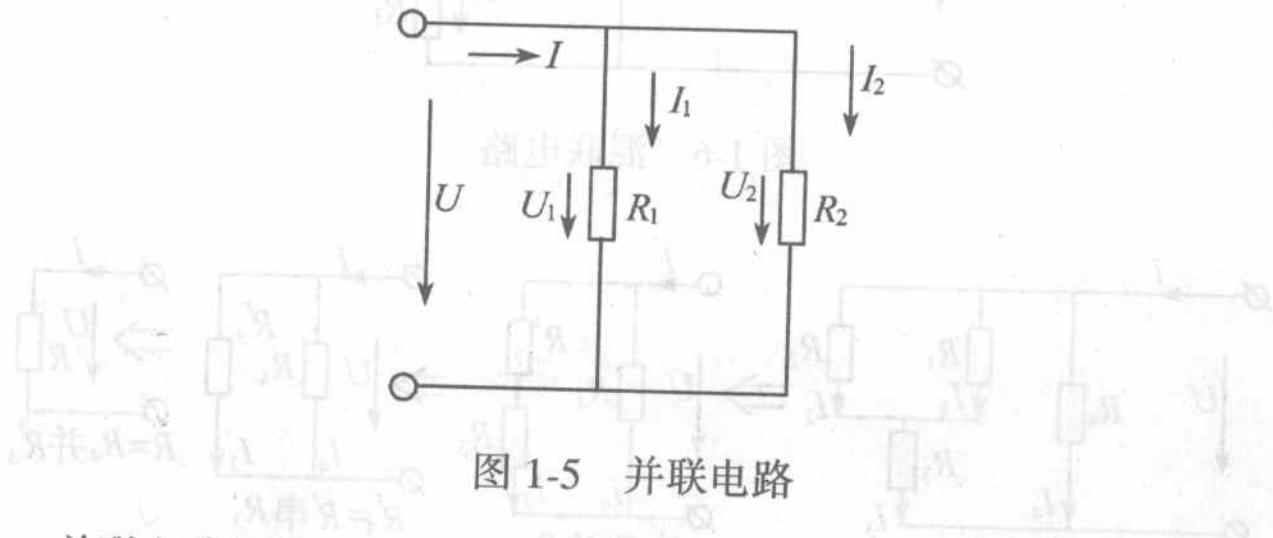

图 1-5 并联电路
(2) 并联电路：把两个或两个以上电阻的首端接在一起，尾端接在一起，然后接在电路的两个端点上，称为电阻的并联电路，如图 1-5 所示。